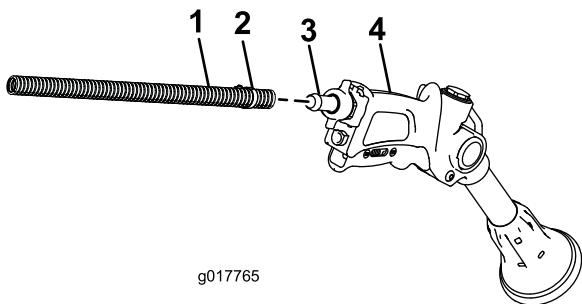

Рисунок 20
- Подсоедините свободный конец длинного шланга к фитингу распылителя(Рисунок 20).